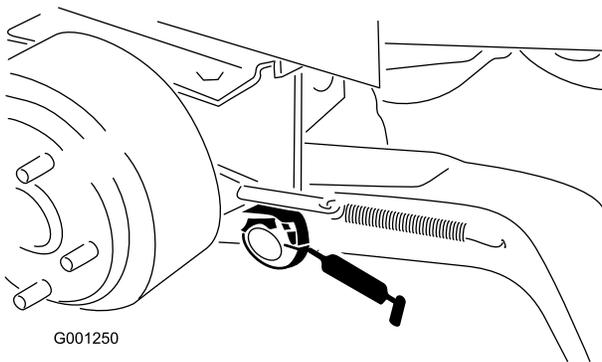

Bild 40
- Drehbüchsen des Hubarms (Bild 40)